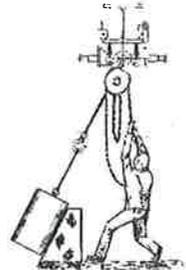

Abb. 5
- Schrägzug, d.h. seitliche Belastung auf die Traverse und Seitenplatten vermeiden (Abb. 5). Immer in einer geraden Linie zwischen Aufhängepunkt Traverse und Lastanschlagpunkt heben.